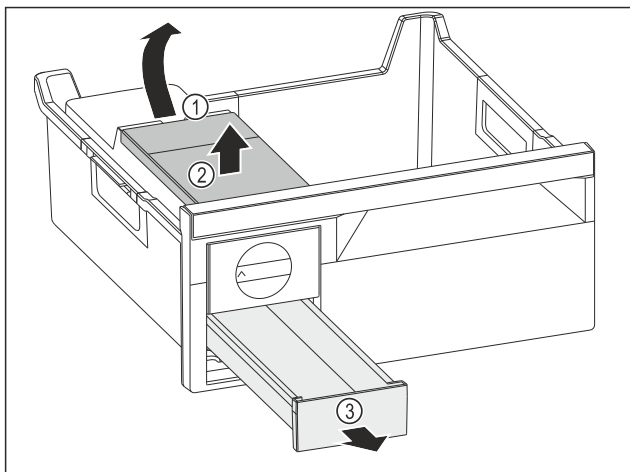

Fig. 103
- Vađenje spremnika za vodu: Podignite spremnik za vodu na otvoru Fig. 103 (1).
- Izvadite spremnik za vodu Fig. 103 (2) prema gore.
- Izvadite ladicu Fig. 103 (3) prema naprijed.